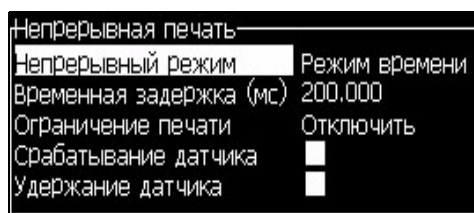

Рисунок 4-25: Диалоговое окно *“Continuous Print”* (непрерывная печать)
- 1 Выберите опцию *“Continuous Print”* (непрерывная печать) из меню *“Print ”* (печать). Появится диалоговое окно *“Continuous Print”* (непрерывная печать) (Рисунок 4-25).